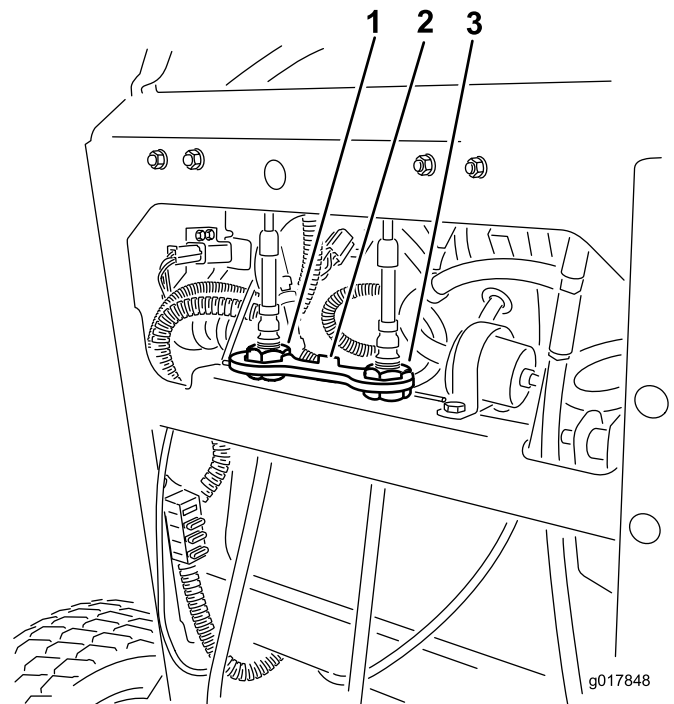

Figure 72
6. Placez la retenue de câble sur les écrous de réglage de câble pour fixer le réglage (Figure 72).